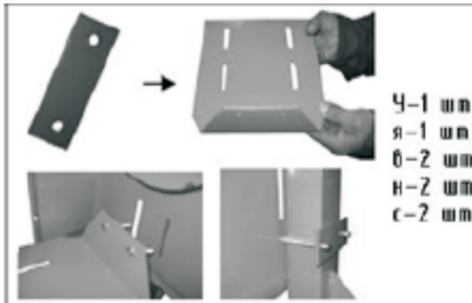

Рис. 14.
6.14. Установите основание электродвигателя (У), закрепив его через внутренний кожух (Л) и пластину (я) на раме (Д) как показано на Рис.14. Для этого используются 2 болта (в) и 2 гайки (н) с шайбами (с).